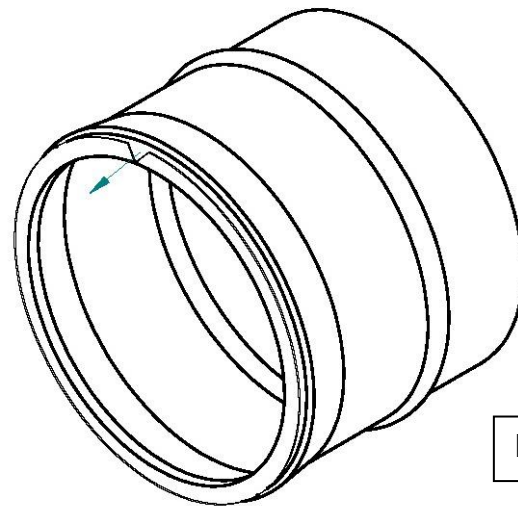

FIGURE 11
**Étape 11 :** Découpez une encoche en forme de « V » à l'aide de ciseaux à tôle et utilisez des pinces pour ouvrir une partie de la lèvre de l'adaptateur d'entrée d'air frais vers l'extérieur, tel qu'illustré par la flèche sur la figure 11.